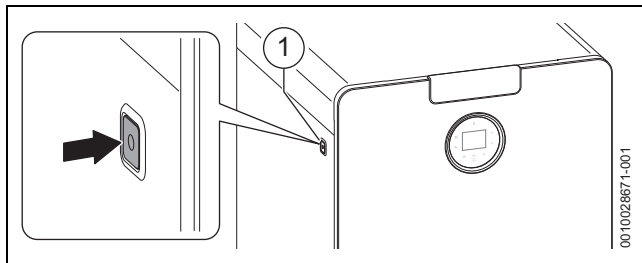

Fig. 1 Interrupteur Marche/Arrêt
► Arrêter l'appareil avec l'interrupteur Marche/Arrêt (→ fig. 1, page 1).